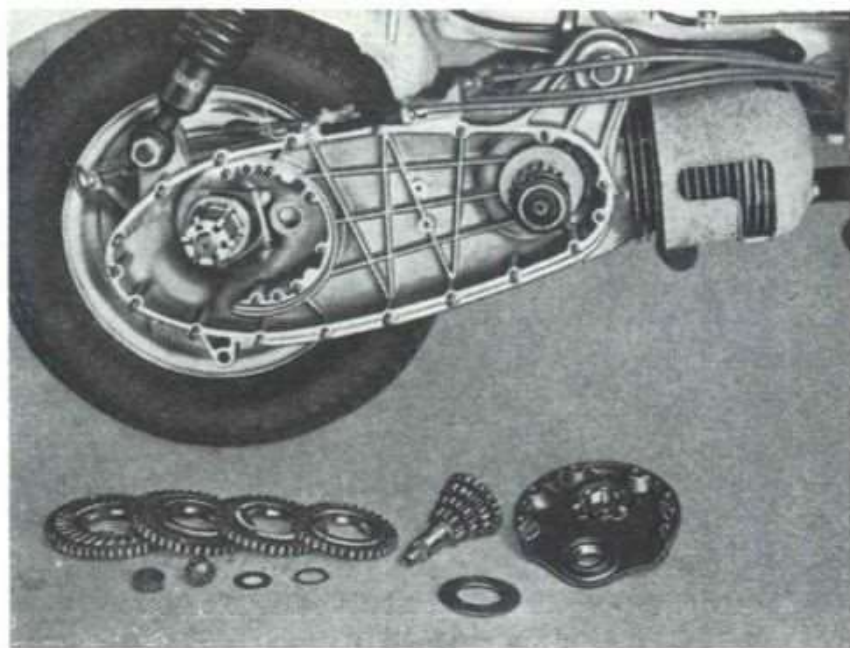

Fig. 11
- 14 Sfilare il primario e gli ingranaggi del secondario. Vedi fig. 11.